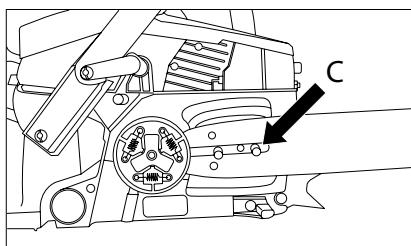

Fig. 6
4. Installate il pneumatico in modo che la fessura del pneumatico corrisponda a entrambi i bulloni (C) (fig. 6).